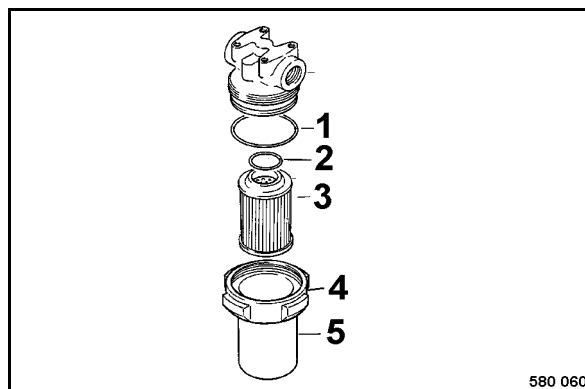

Fig. 183
- Dévisser l'écrou-raccord 4 (Fig. 183) et retirer le pot du filtre (5) avec l'élément filtrant (3).